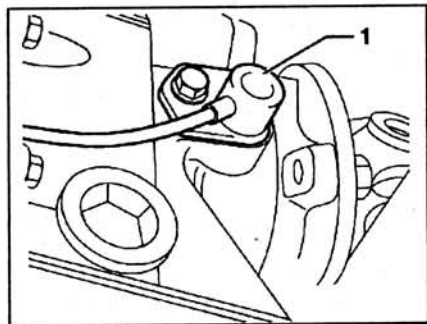

Рис. 2.12. Снимите датчик скорости 1.
25. Снимите датчик скорости 1 (рис. 2.12).